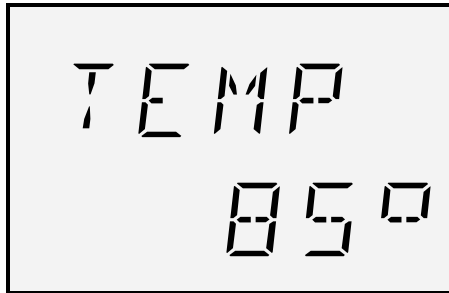
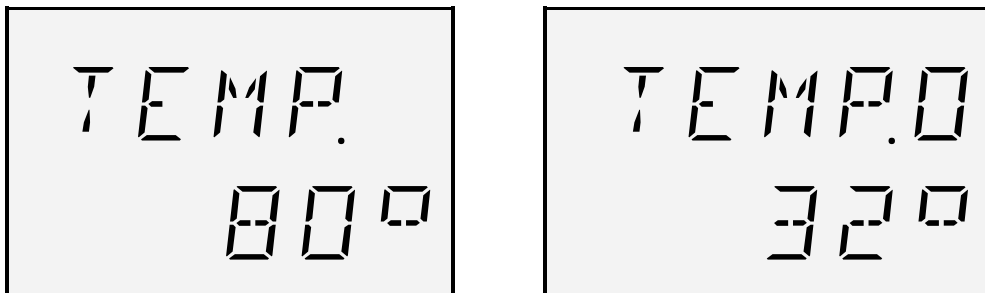

Abb. 4: Ansicht "Sauna" (Beispiel)
Abb. 6: Ansicht "Infrarot" (Beispiel Temp. Strahler 80° und TEMP:O (Raumtemperatur) 32°)
- 17 Mit dem Bargraph wird die Ist-, sowie die Soll-Temperatur dargestellt. In Abb. 4 stellt der obere Balken die zu erreichende Soll-Temperatur (90 ° C) dar. Die unteren Balken stellen die aktuelle Ist-Temperatur (60 ° C) dar.
18. ▼ -Taste drücken. Die Ansicht der aktuellen Badeform (Abb. 4) wird wieder angezeigt.
1. Die Ansicht "Sauna" (Abb. 4), "Sauna mit Feuchte" (Abb. 5) oder "Infrarot" (Abb. 6) wird angezeigt.